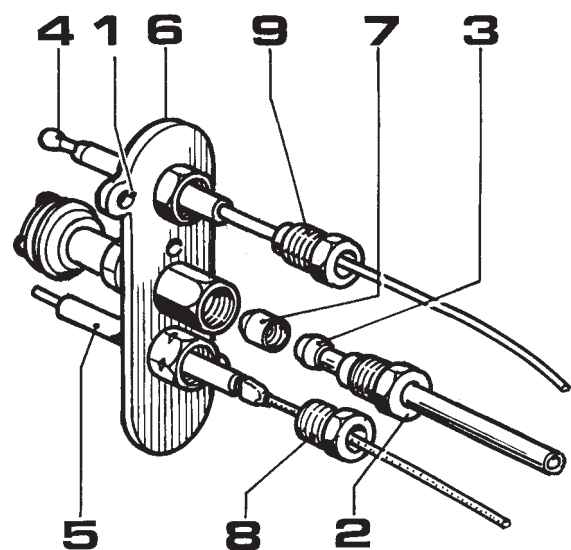

Abb. 6
- Die beiden Schrauben (Abb. 6 Pos. 1) mit einem Kreuz-Schraubenzieher lösen.
- Die Glühkerze (Abb. 6 Pos. 1) und das Thermoelement (Abb. 6 Pos. 4) abmontieren.
- Den Leitflammenkörper (Abb. 6 Pos. 3) austauschen.